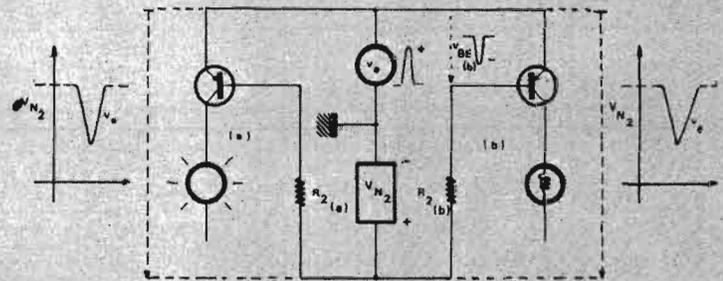

Fig. 112
1) par les bases, comme une **réduction** de la valeur **positive** de  $V_{N2}$  donc **débloquante pour le transistor (b)** et sans effet sur (a) déjà passant (**fig. 112**)